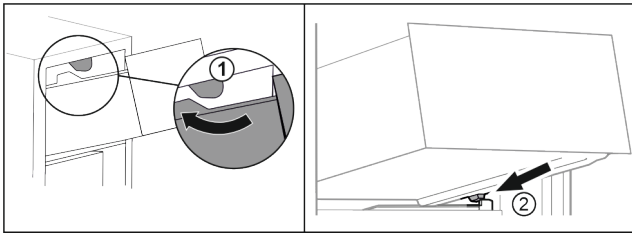

Fig. 74
- ▶ Schubfach um die oberen Stopper herumführen. Fig. 74 (1)
- ▶ Schubfach schräg hinter den unteren Stoppfern auf Behälterrippe aufsetzen. Fig. 74 (2)